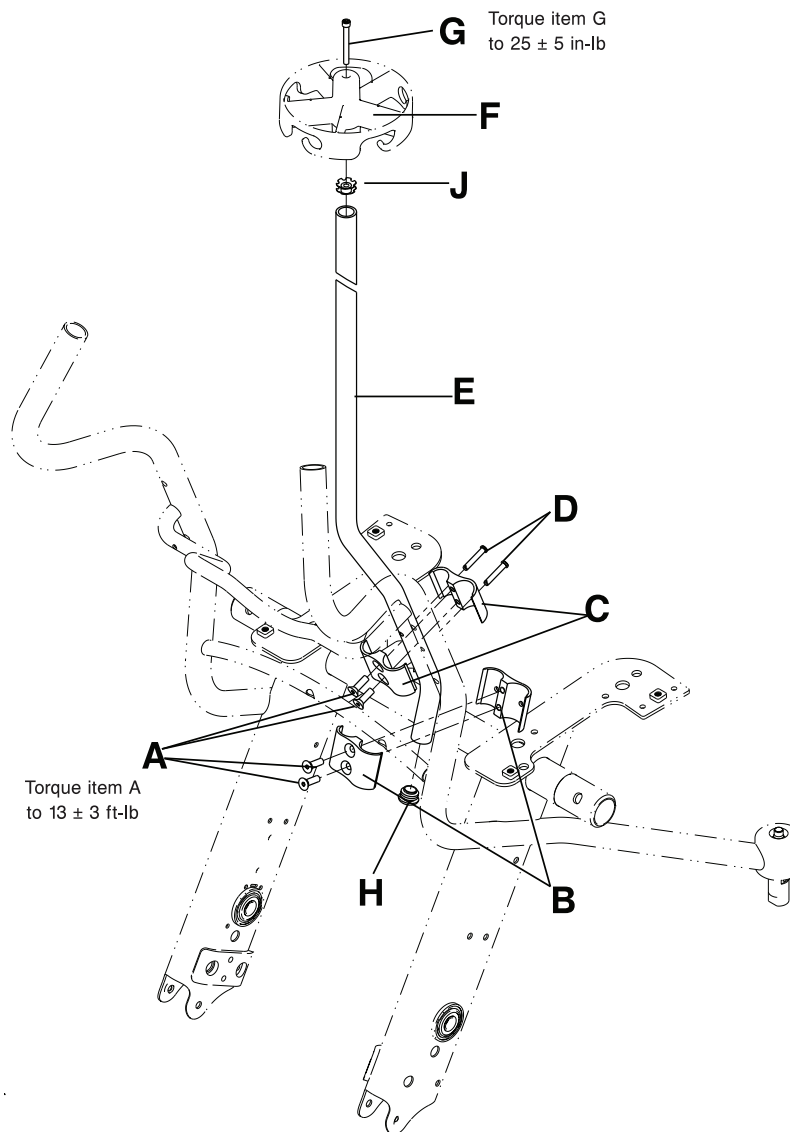

Fig. 8-31: Udskiftning af dropstativ
2. Brug en 3/16 tommer sekskantnøgle til at fjerne cylinderskruen (G) fra dropstativtoppens midte (F) (Fig. 8-31 på side 8-49). Læg skruen til side.
3. Bank let og skub opad på dropstativtoppen (F) (Fig. 8-31 på side 8-49) for at fjerne den. Læg toppen til side.
4. Brug en lille skruetrækker med kær til at fjerne proppen (H) fra dropstativets bund (E) (Fig. 8-31 på side 8-49). Læg proppen til side.
5. Brug en 3/16 tommer sekskantnøgle til at fjerne de to flade cylinderskrue (A) for at fjerne de nederste dropstativbeslag (B) fra stolerammen (Fig. 8-31 på side 8-49). Læg skrue og beslagene til side.
6. Brug en 3/16 tommer sekskantnøgle til at fjerne de to flade cylinderskrue (A), der holder de øverste dropstativbeslag (C) fast på stolerammen. Fjern splitpindene (D) og beslagene (C). Læg skrue, splitpindene og beslagene til side. Kassér dropstativet (E) (Fig. 8-31 på side 8-49).
2. Indsæt den vedlagte stjernemøtrik (0018-045-000) (J) øverst i toppen af dropstativet (E) (Fig. 8-31 på side 8-49). Toppen af stjernemøtrikken bør være 12,7 mm fra toppen af dropstativet.
3. Sæt den leverede prop (0037-225-000) (H) ind i bunden af dropstativet (E) (Fig. 8-31 på side 8-49).
4. Placer toppen til dropstativet (F) på stativet (E), og brug håndfladen til forsigtigt at tappe på toppen, indtil den sidder helt fast på dropstativet (E) (Fig. 8-31 på side 8-49).
5. Brug en 3/16 tommer sekskantnøgle til at installere den vedlagte cylinderskrue (0004-672-000) (G) og fastgøre dropstativets top til stativet. Brug en 3/8 tommer drejementnøgle (in-lb) til at spænde skruen til  $25 \pm 5$  in-lb ( $2,8 \pm 0,6$  Nm).
7. Indsæt de vedlagte splitpinde (0026-349-000) (D) forrest på det vedlagte øverste dropstativbeslag (fjernet på trin 6).
10. Brug en 3/16 tommer sekskantnøgle og de vedlagte flade cylinderskrue (0001-210-000) (A) til at installere den bageste del af det øverste dropstativbeslag på dropstativet og på det forreste, øverste beslag. Brug en 3/8 tommer drejementnøgle (ft-lb) til at spænde skrue til  $13 \pm 3$  ft-lb ( $18 \pm 4$  Nm).